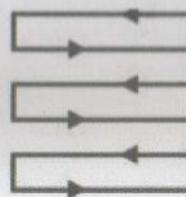

Рис. 14
- Косите, слегка перекрывая полосы обработки. Наиболее эффективная схема обработки газонов — по прямой линии вдоль одной из сторон. Это позволит сделать линии обработки ровными и гарантирует, что весь газон будет обработан без пропусков (рис. 14).